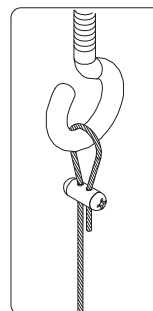

Figure 7
5) If using open style hook- Place adjustable end of cable assemblies onto ceiling hooks- (see Fig. 7).
5) Usando gancho de estilo abierto-Coloque el extremo ajustable de los ensamblajes de cable a los ganchos al techo - (Vea Fig. 7).
Placer l'extrémité ajustable du montage cordon sur les crochets au plafond. Voir la fig. 7.